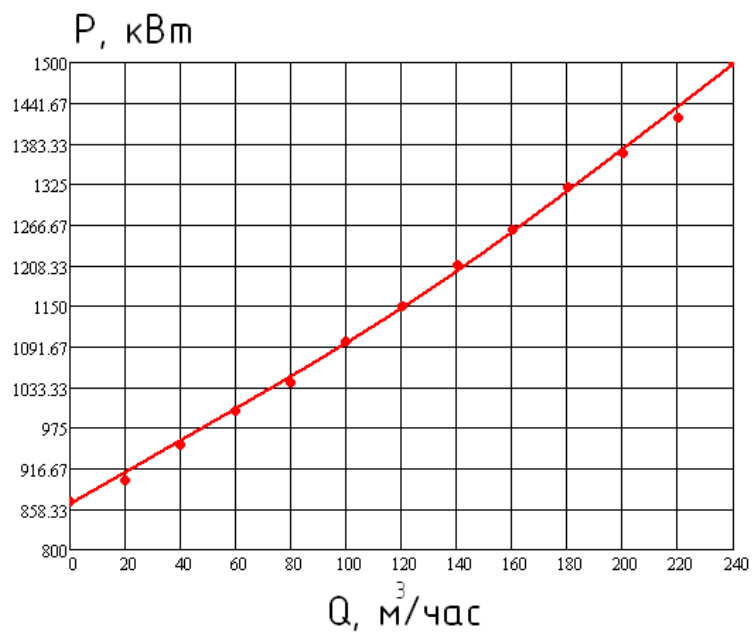

Рис.2 График зависимости мощности, потребляемой насосом, от его производительности
- По графику рис.2 было принято P_{min}=870 кВт, P_{max}=1500 кВт.
По данным рис.2 строится график зависимости потребляемой мощности P от относительного расхода воды Q/Q_{max} при двух крайних случаях регулирования расхода жидкости (задвижка полностью закрыта и полностью открыта). Для потребляемой мощности при дросселировании можно записать выражение: